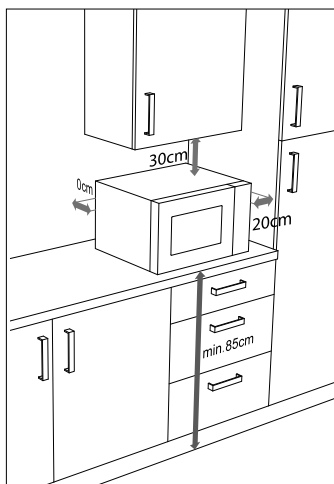

Fig. 3: Distanza dell'apparecchio
- ▶ Per assicurare un'aerazione sufficiente, è necessario mantenere le distanze indicate nella fig. 3. Il distanziatore sulla parte posteriore dell'apparecchio deve poggiare contro la parete per garantire la corretta distanza tra parete e forno a microonde al momento del posizionamento.